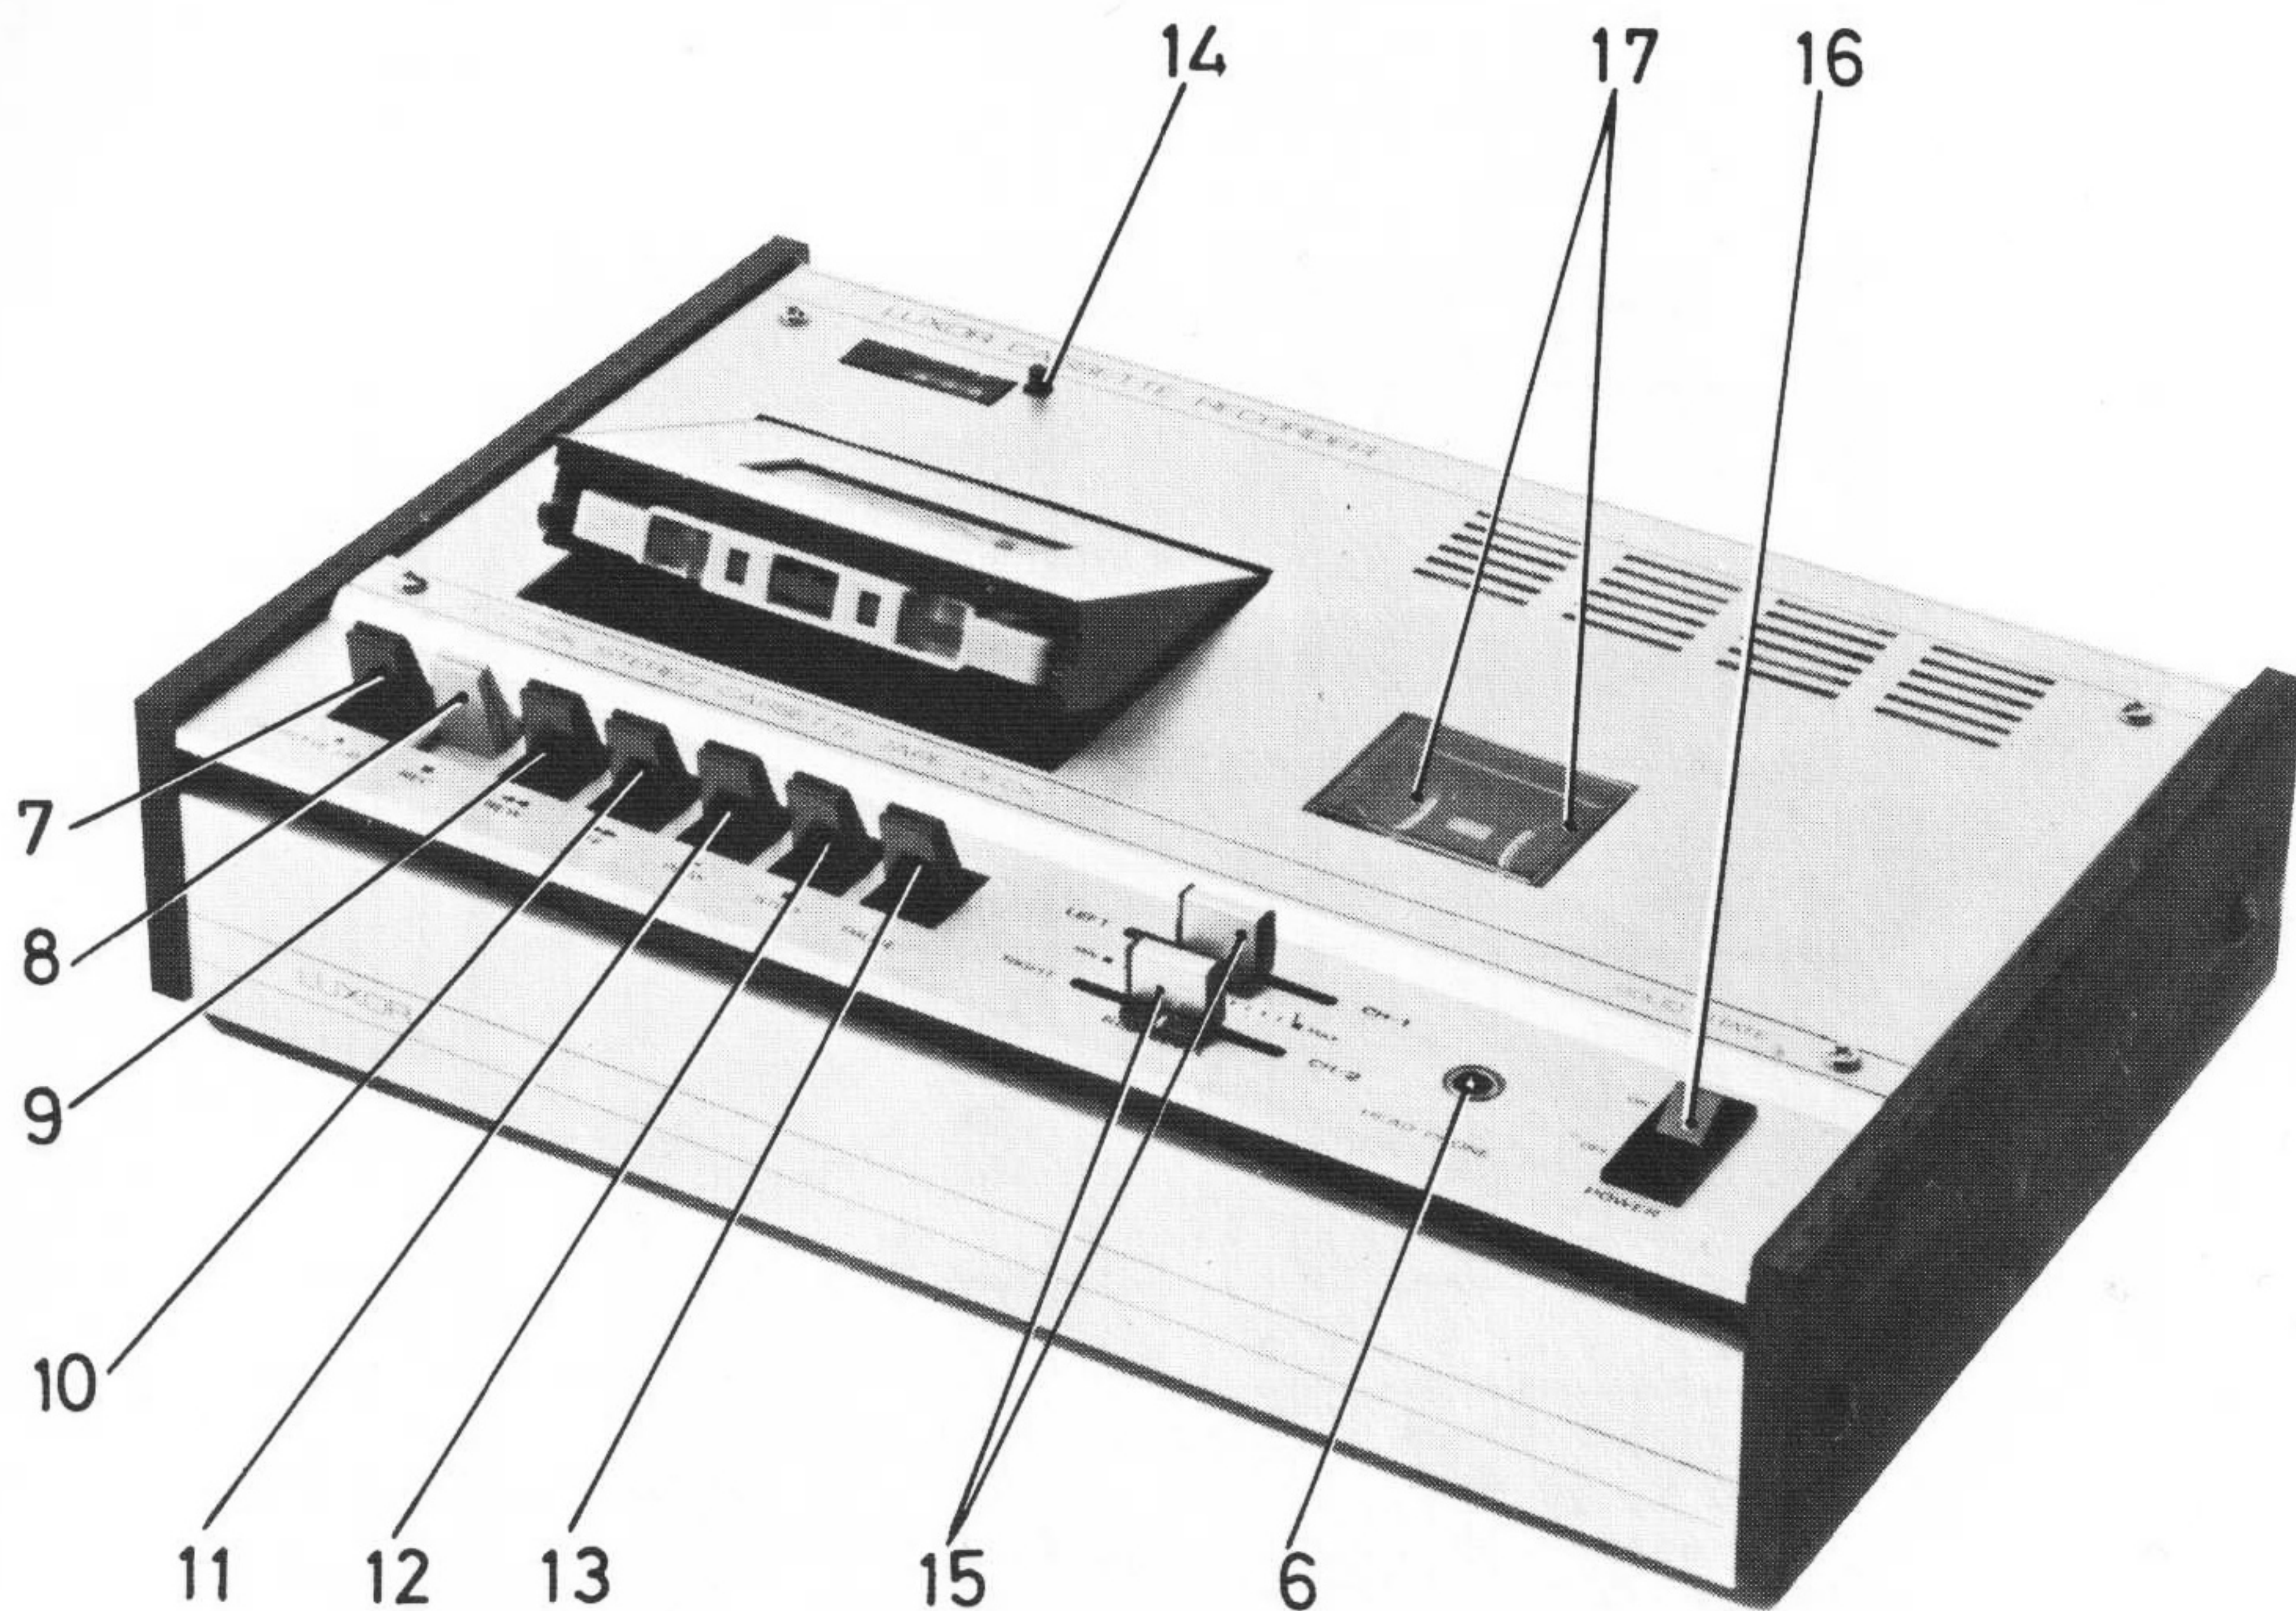
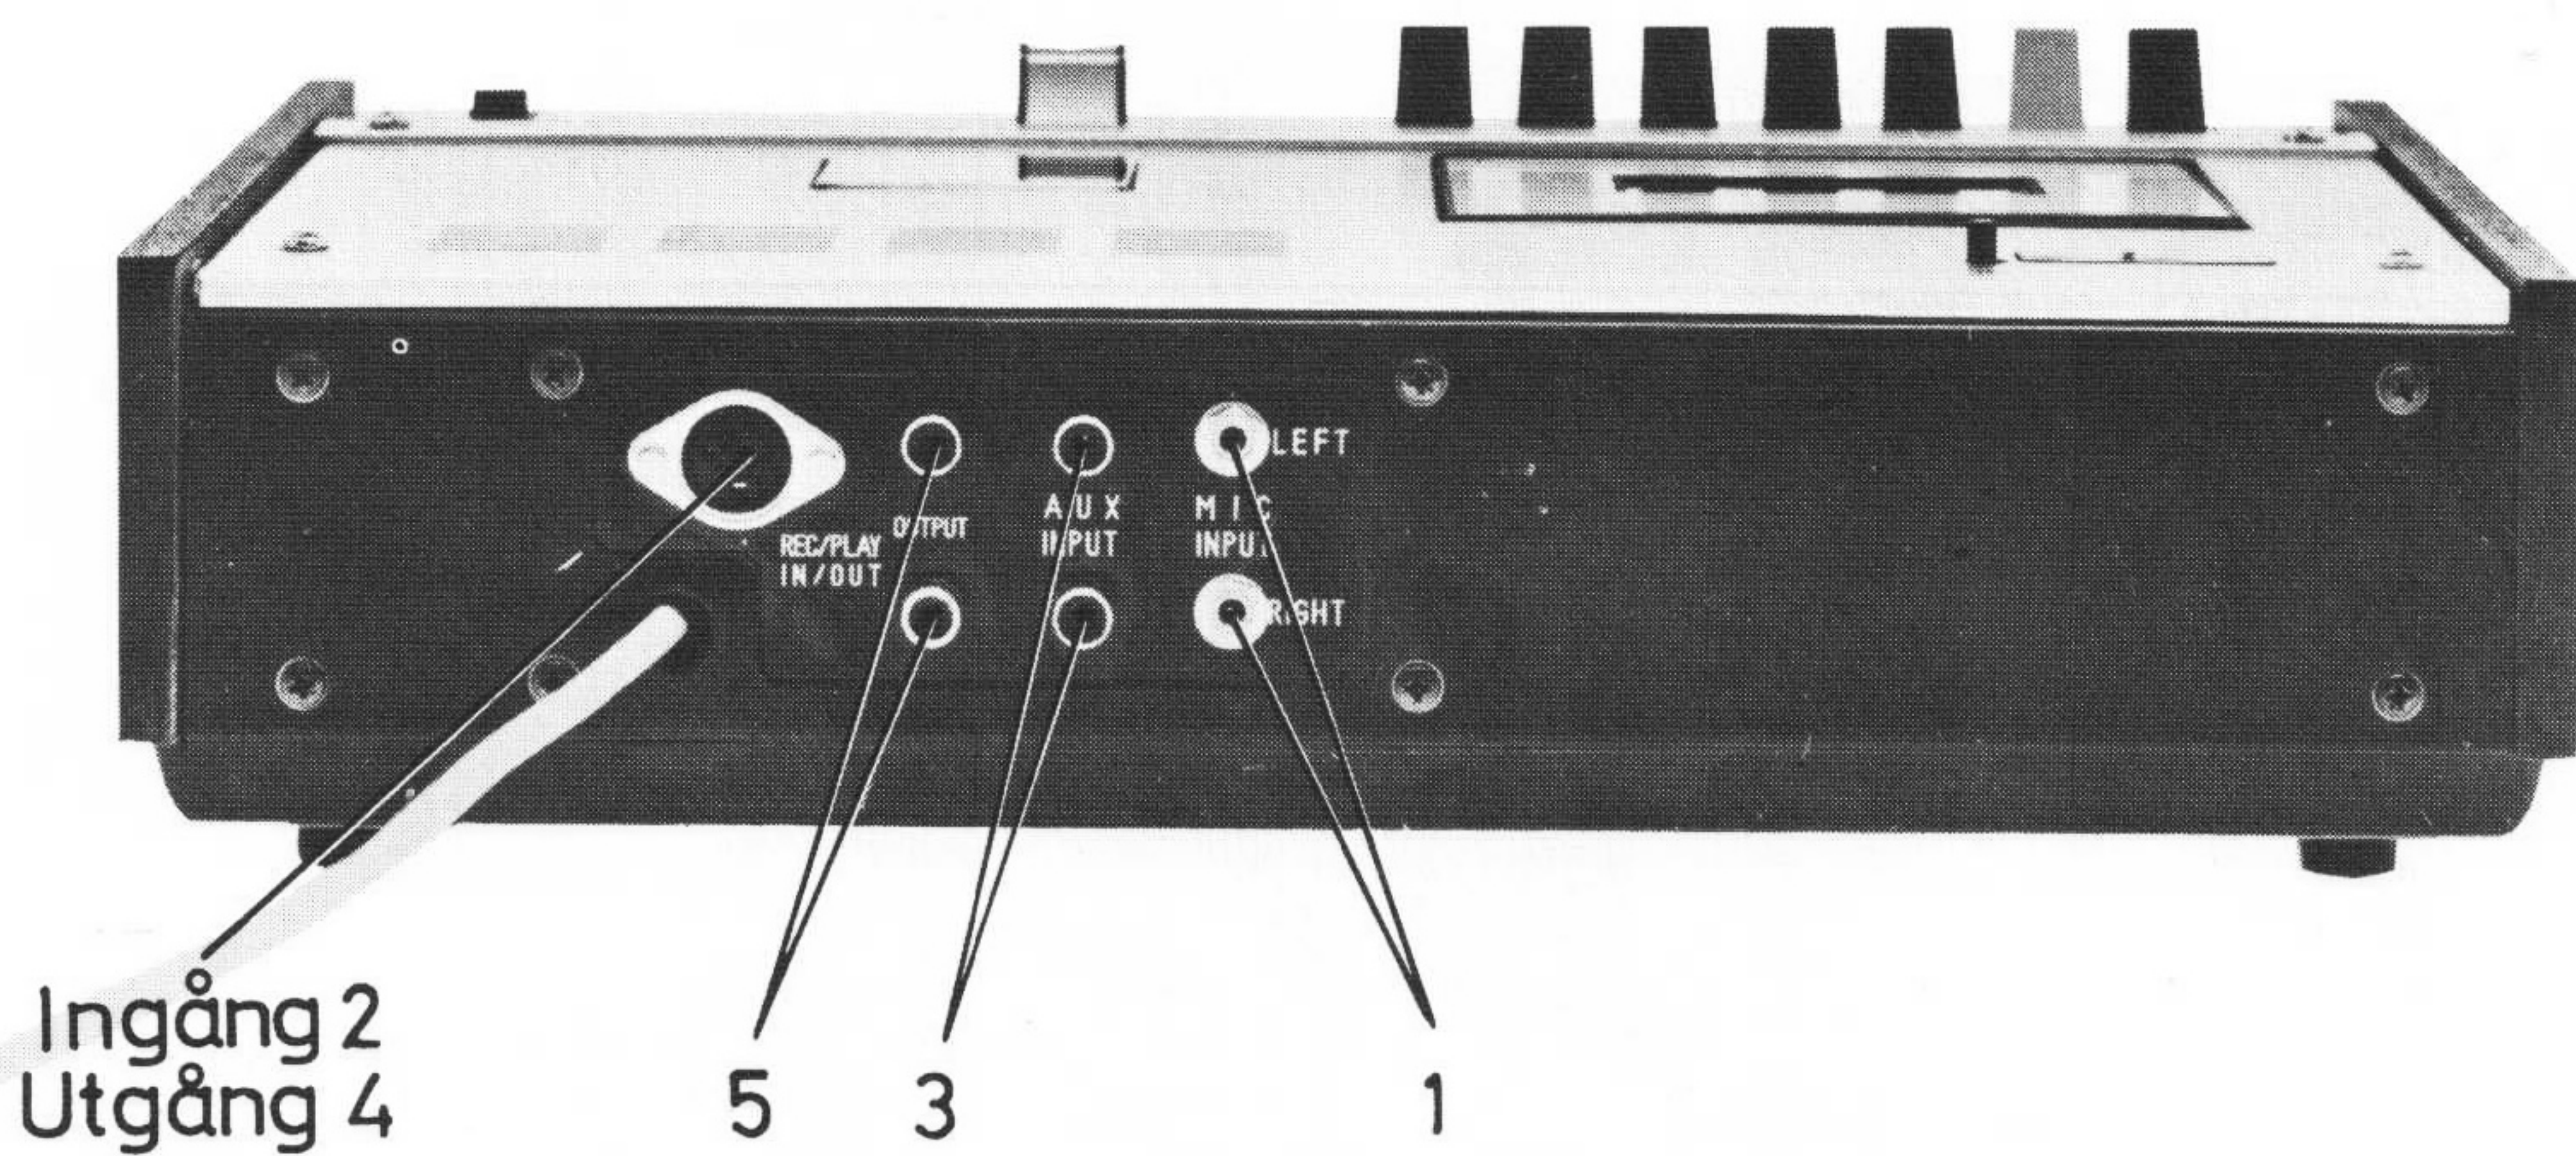

Fig. 1
Fig. 2
Anslutningar (Numren hänvisar till fig. 1 o. 2)
Den signal, som skall inspelas tas lämpligen direkt från den till DIN-kontakten fig 2 anslutna radion. De två volymkontrollerna skall ställas in så lågt att distorsion undviks. Rätta inställningen på volymkontrollerna (15) erhålles genom att reglera dem så att visarna på VU-metrarna (17) fig 1 hålles så nära de röda fälten som möjligt, dock utan att nå desamma.
- 1) Tag bort de två volymknapparna (15) fig 1.